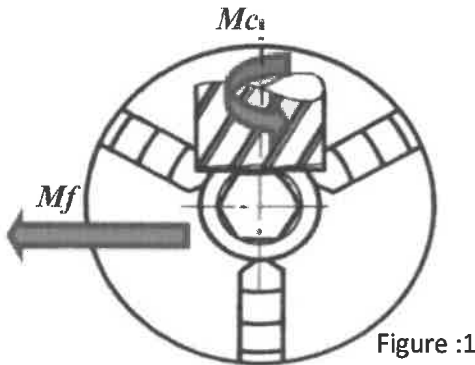

Figure :1
1. Indiquer sur le croquis (figure :1) les mouvements de coupe (M_c) et d'avance (M_f) : /2pts
2. Préciser le nombre de tailles de la fraise utilisée (figure :1) : /1pt